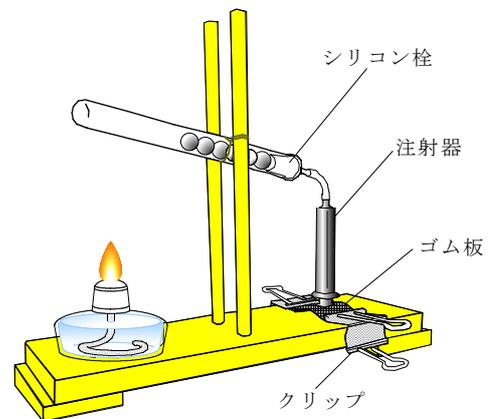

図2 ビー玉スターリングエンジン
- 7 装置全体が図2のような位置関係になるように調整した後，試験管をアルコールランプで加熱する。試験管が上下しないときは，試験管の高さやゴム板の位置を調節する。